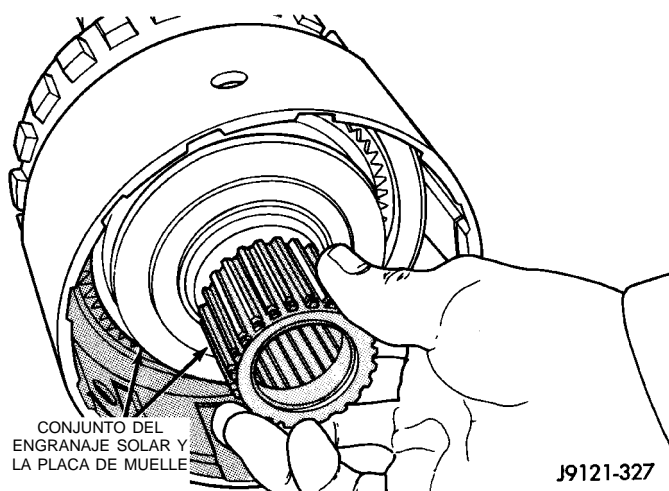

Fig. 234 Instalación del engranaje solar
(14) Instale el engranaje solar, la placa de muelle y el cojinete de empuje ensamblados (Fig. 234). Asegú-